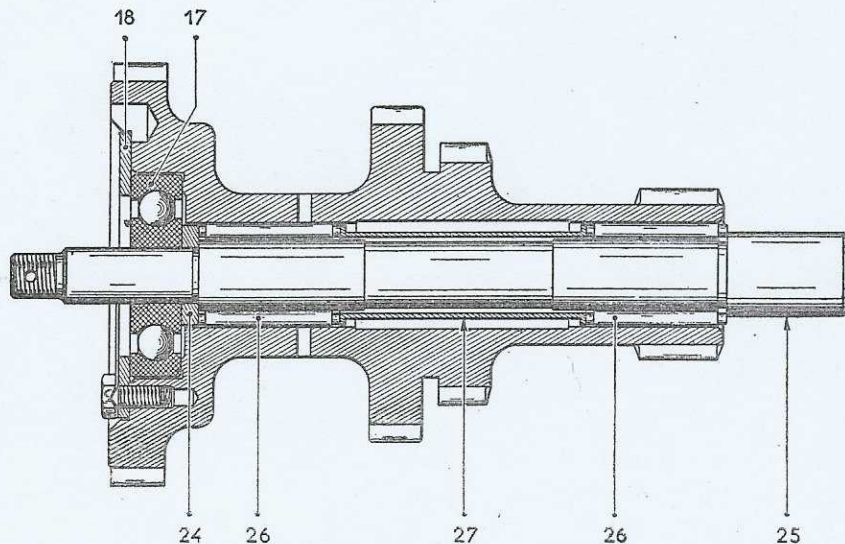

Fig. 21. — Vue en coupe de l'arbre secondaire
NOTA. — Il existe 2 modèles de roulements à rouleaux (26) (fig. 21) dont les diamètres extérieurs sont, respectivement, de 38,1 et de 38,4 mm. Le roulement à billes de butée (17) a un jeu
- Placer dans le train intermédiaire un roulement (26) (fig. 21), l'entretoise (27), un roulement (26), présenter l'ensemble dans la boîte de vitesses, monter l'arbre secondaire (25). Enduire d'« Hermétic » l'extrémité de l'arbre portant dans le carter et enfoncer l'axe pour que le plat destiné à recevoir la plaquette soit parallèle à celui de l'axe de marche AR.